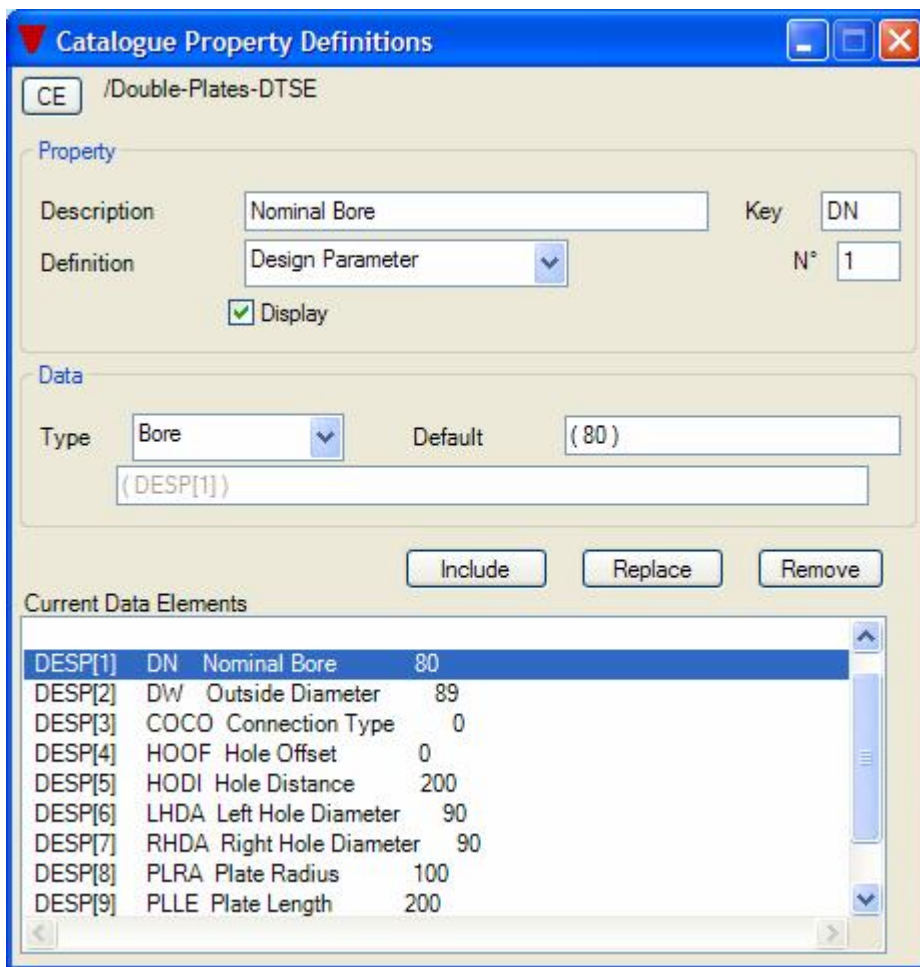

图 9 双联复板数据集
f) 创建数据集 (Data Set)。为了方便, 应创建与参数对应的数据集。创建数据后如图 9 所示: